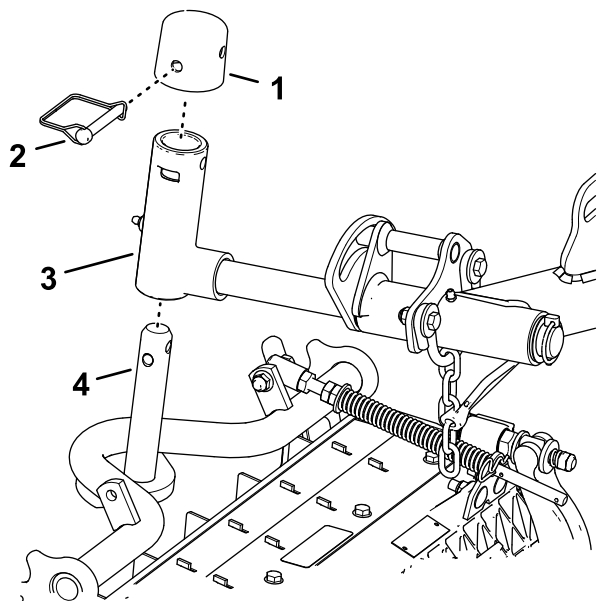

Figura 25
1. Glisai o unitate de tăiere sub braul de ridicare (Figura 25).
Blocarea pivotului unității de tăiere pentru tăierea ierbii în rampă- Blocai pivoii unității de tăiere pentru a preveni rotirea unităților de tăiere în pantă, atunci când tăiați iarba într-o zonă deluroasă. Folosii orificiul de pe axul pivot al braului de ridicare (Figura 25), pentru a bloca unitatea de tăiere. Folosii fanta pentru o unitate de tăiere cu sistem de direcție.